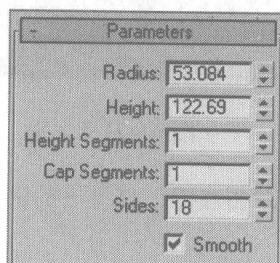
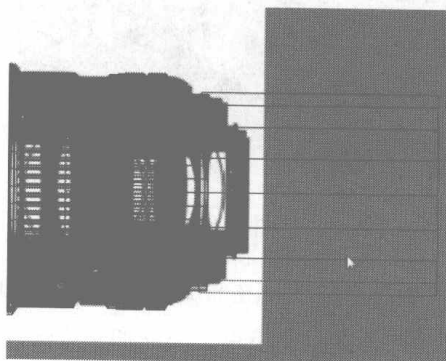

图 6.464
图 6.465
- 74** 进入 Modify 控制面板，在 Parameters 卷展栏中设置圆柱体的参数，如图 6.464 所示，再将其移动到如图 6.465 所示的位置，然后单击右键，在弹出的快捷菜单中选择 Convert to Editable Poly 命令，将其转换为可编辑的 Polygon 模型。